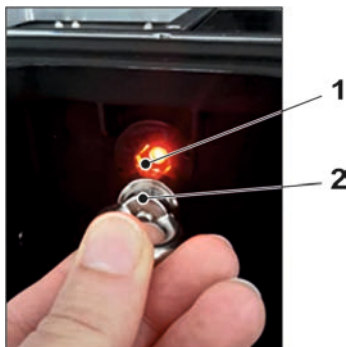

Abb. 31-10 Aufwecken des NivuFlow Mobile
2. NivuFlow Mobile „aufwecken“: dazu den mitgelieferten Magneten (Abb. 31-10 Pos. 2) vor den Reedkontakt (Abb. 31-10 Pos. 1; vorne am NFM) halten bis die LED leuchtet.